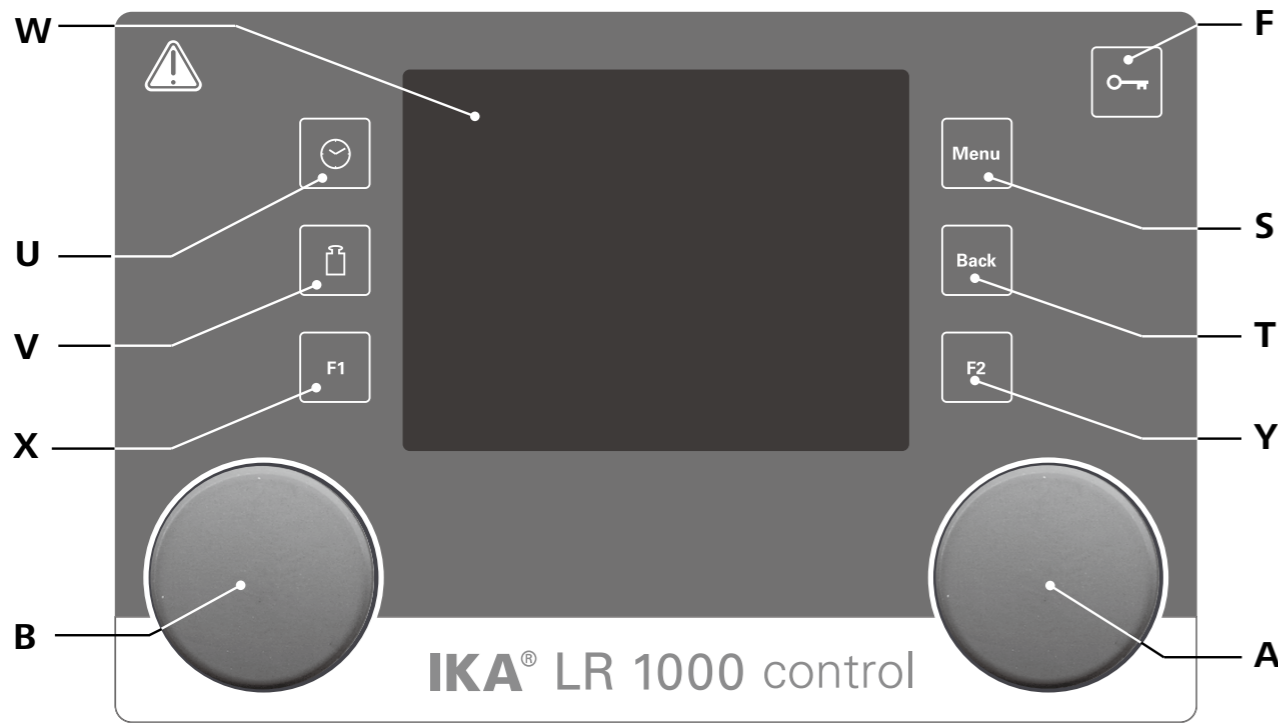

Fig. 12
가압/회전 노브(A)를 돌리면 속도 값을 조정할 수 있습니다. 오른쪽의 회전/가압 노브 (A, Fig. 12 참조)를 눌러 교반 기능을 활성화합니다.
회전/가압 노브 (B)를 돌려 온도 값을 조정할 수 있습니다. 왼쪽의 회전/가압 노브 (B, Fig. 12 참조)를 돌려 가열 기능을 활성화합니다.